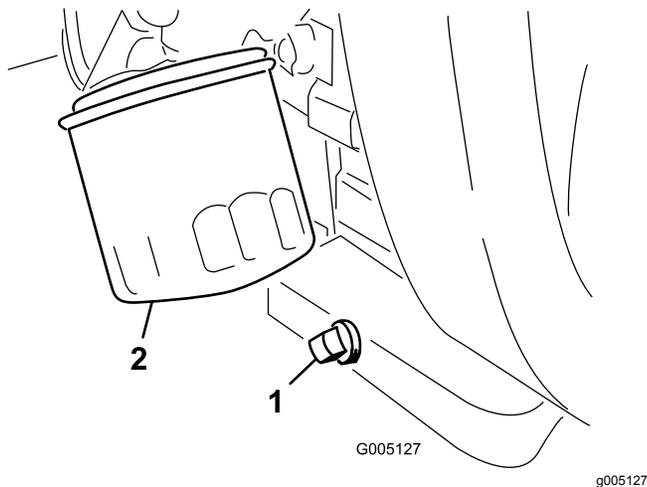

図 43
1. ドレンプラグ 図 43 を外してオイルを容器に受ける。
2. ドレンプラグのねじ山をきれいにして PTFE シーラントを巻き付ける 図 43。
3. オイルフィルタ 図 43 を外す。